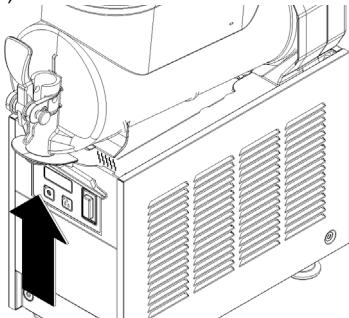
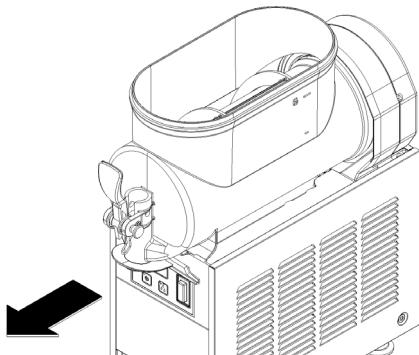

figura 5
figura 6
- 2** Desmontar el contenedor empujando ligeramente la parte inferior (lado grifo) hacia arriba para dejar libres los ganchos inferiores (ver figura 5) y luego quitarlo por adelante (ver figura 6).